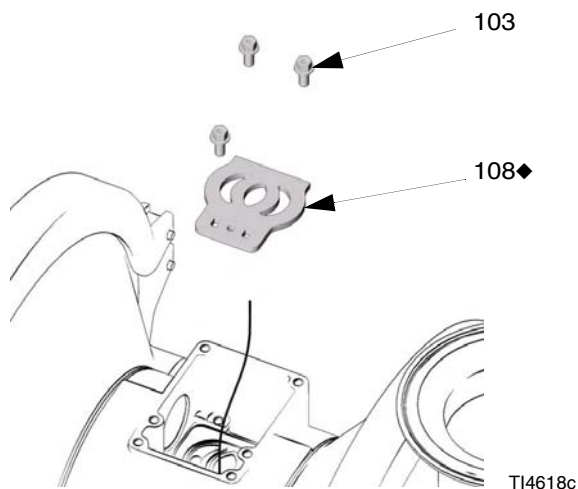

Рис. 9
- Осмотрите пластину (108) клапана, не снимая ее. Если пластина повреждена, выкрутите три винта (103) с помощью звездообразного ключа (T20) или торцового ключа 7 мм. Снимите пластину (108) клапана. См. Рис. 9.
- Установите пластину (108) клапана в углубление. Обеспечьте герметичность оборудования. Вкрутите три винта (103) с помощью звездообразного ключа (T20) или торцового ключа 7 мм. Затягивать винты следует до тех пор, пока нижняя часть винтов не выступит из корпуса. См. Рис. 9.